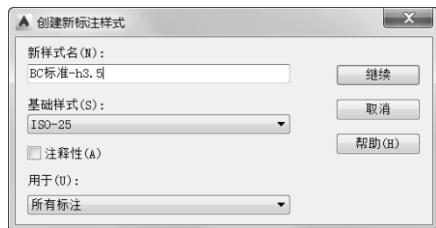

图 6-2 “创建新标注样式”对话框
2) 在“标注样式管理器”对话框中单击“新建”按钮，弹出“创建新标注样式”对话框，如图 6-2 所示。从“基础样式”下拉列表框中选择所需要的一个标注样式作为基础样式，可接受默认的新样式名或输入自定义的新样式名。